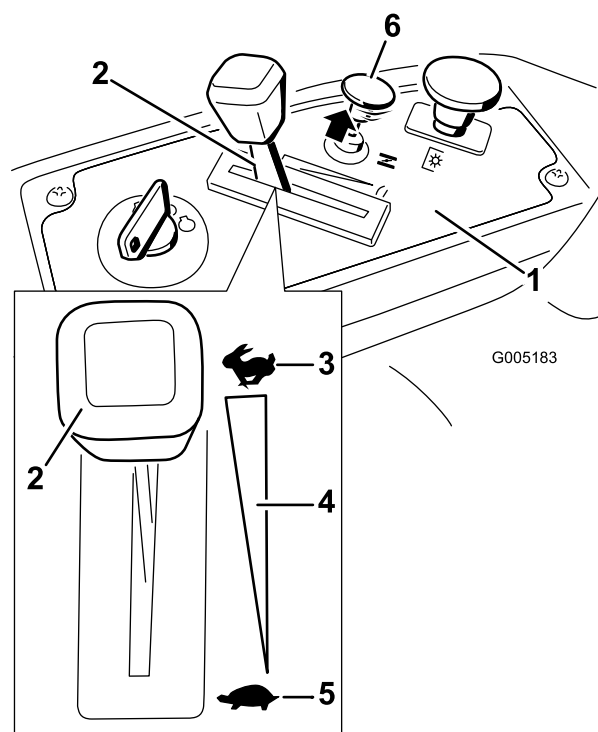

Figura 9
- Girate la chiave di accensione in posizione Off (Figura 9).